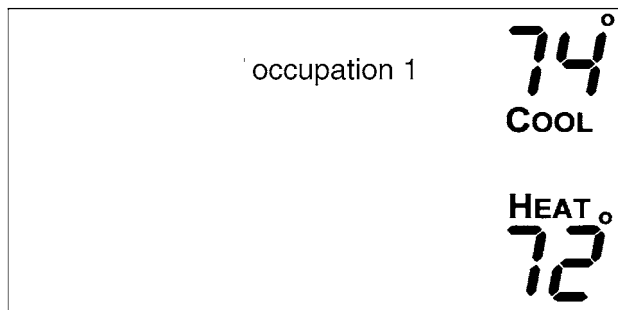

Fig. 5 — Réglage des seuils de période d'occupation 1
1. Entrer en mode de programmation en appuyant sur le bouton Programme. L'annonciateur Occupation 1 apparaît sur l'écran du thermostat. Utiliser les boutons FLÈCHE ASCENDANTE et FLÈCHE DESCENDANTE pour définir le nombre maximum de période d'occupation pour chaque jour. Le thermostat peut être réglé sur 1, 2, ou 3. Une fois que le nombre de périodes d'occupation a été sélectionné, appuyer sur le bouton de mode. Voir Fig. 5.
2. Le seuil de climatisation pour la période d'occupation 1 s'affiche. Utiliser les boutons FLÈCHE ASCENDANTE et FLÈCHE DESCENDANTE pour augmenter ou diminuer le seuil de climatisation jusqu'à ce que la température désirée soit affichée. L'étendue acceptable des valeurs est de 1 à 37°C (35 à 99°F). Appuyer sur le bouton de mode pour continuer. Voir Fig. 5.
3. Le seuil de chauffage pour la période d'occupation 1 s'affiche. Utiliser les boutons FLÈCHE ASCENDANTE et FLÈCHE DESCENDANTE pour augmenter ou diminuer le seuil de chauffage jusqu'à ce que la température désirée soit affichée. L'étendue acceptable des valeurs est de 1 à 37°C (35 à 99°F). Appuyer sur le bouton de mode pour continuer. Voir Fig. 5.